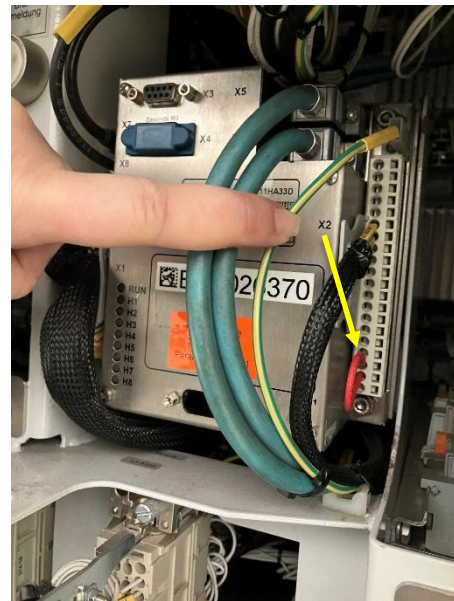

Abb.12 Kodierbrücke
4. Bei der Abnahme **Kodierbrücke** am HVAC-Regler LA-K105/205/305 setzen, um den CO₂-Sensor zu aktivieren (Abb.12, rote Kabelbrücke von Pin 2 auf Pin 3 an Stecker X2).